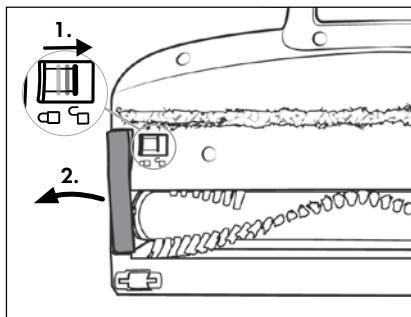

Fig. 29
- Pulire regolarmente il rullo della spazzola ②1, per garantire il funzionamento regolare dell'apparecchio e per evitare guasti.
- 1) Rimuovere la spazzola per pavimenti ②2 dal tubo di aspirazione ②3 o dall'apparecchio (vedere capitolo **Smontaggio dell'apparecchio**). Girare la spazzola per pavimenti ②2.
- 2) Disimpegnare il rullo a spazzola ②1 spostando lo sblocco del rullo a spazzola ②19 con il dito verso destra e rimuovendo il supporto del rullo a spazzola ②0 dalla spazzola per pavimenti ②2 (vedere fig. 29).